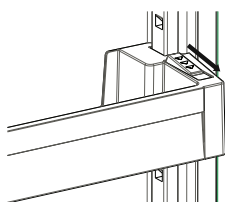

Fig.1
**Pour changer la position du du balconnet AdaptiLift**, tenez-le par le bas et tirez les boutons situés du côté balconnet dans le sens de la flèche (Fig. 1)